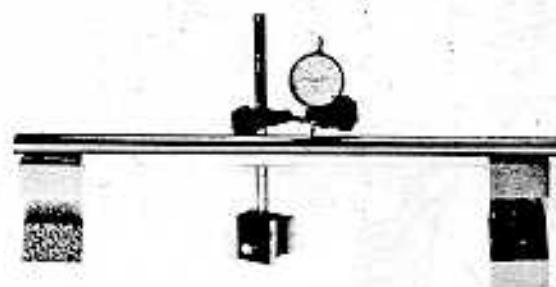

Fig. 204
- Fare ruotare ciascun stelo con le estremità poggiate su due blocchi a V; controllare l'errore di rettilineità al centro di ogni stelo utilizzando un comparatore centesimale. Massimo errore ammesso: 0,1 mm (Fig. 204).
- Check each stanchion for truth by rotating it with the ends supported by two vee-blocks. Max. permissible bow is 0.10 mm (Fig. 204). Measure this by means of a dial gauge.